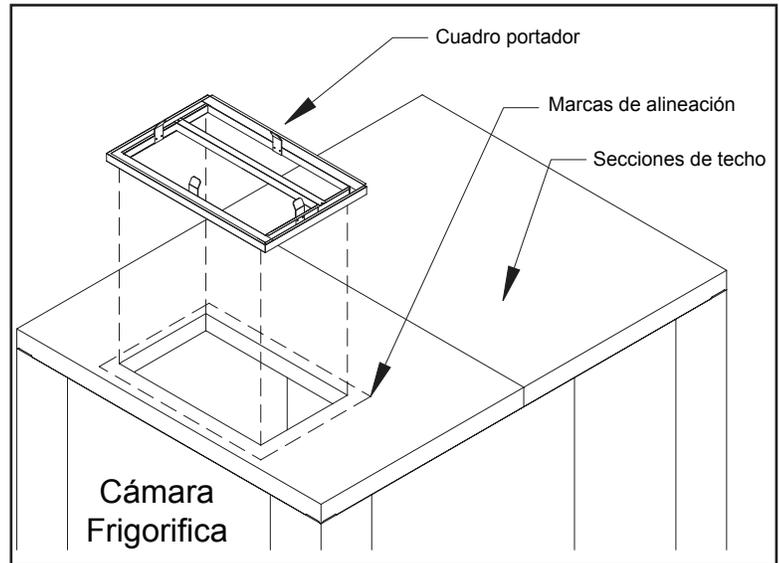

Figura 1
2. Quite el papel de la junta y ubique el cuadro portador, el lado de la junta hacia abajo, sobre la línea del marcador. Presione firmemente. Nota: Los movimientos del cuadro portador se hacen muy difíciles después que la junta se adhiere a la sección de techo. Vea la figura 1.